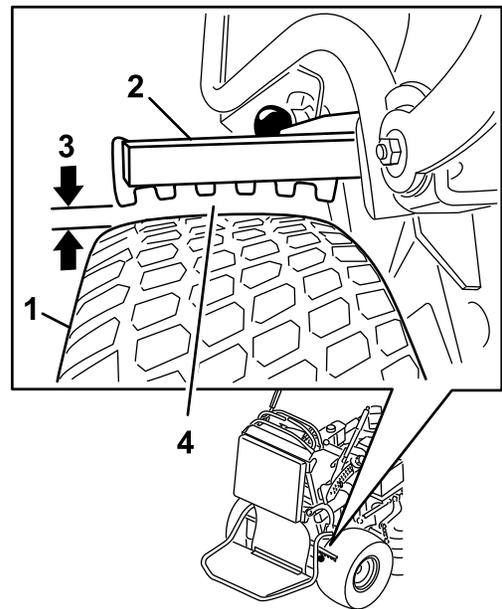

図 59
6. すき間が小さい方の側で、その距離が 図 59に示すように 3-6 mm の間になっていることを確認する。距離がこの範囲にない場合は、ブレーキの調整 \(ページ 42\)を参照。
5. ヨークを調整する 図 59。